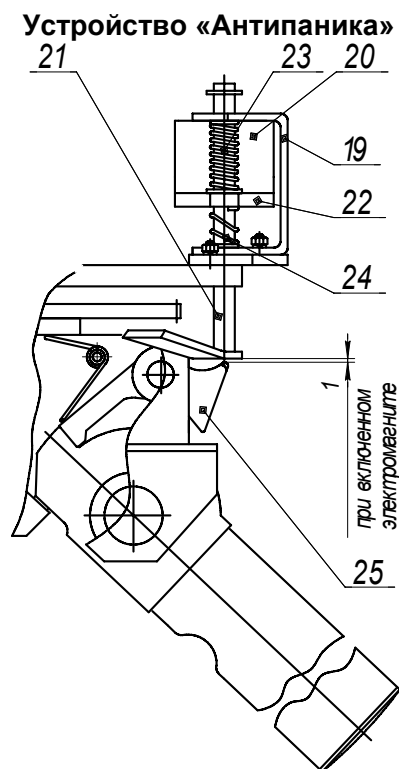

Рис.5
5.4 Устройство «Антипаника» (см. рис.5) состоит из каркаса 19 с закрепленным на нем электромагнитом 20, толкателя 21, якоря 22 и пружин 23 и 24. Толкатель представляет собой П-образную рамку, состоящую из двух направляющих и упора. Направляющие толкателя проходят через отверстия каркаса и якоря, обеспечивая, тем самым, возможность поступательного перемещения толкателя и якоря относительно электромагнита и друг относительно друга. Необходимые динамические характеристики относительного движения обеспечиваются возвратными и компенсирующими пружинами. Диапазоны перемещений толкателя относительно каркаса и якоря относительно толкателя ограничиваются упорными шайбами.